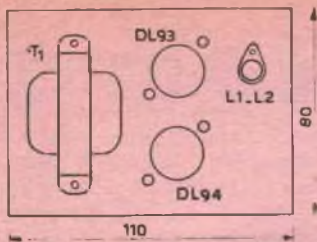

Fig. 1 - Disposizione dei componenti principali sul telaio della trasmittente.
**Montaggio meccanico.** — Tutto il circuito è montato su una piastrina di cartone bachelizzato, su cui vengono praticati due fori per le valvole (*fig. 1*). Il montaggio non presenta particolari difficoltà; basterà adottare collegamenti brevi per il circuito a ra-